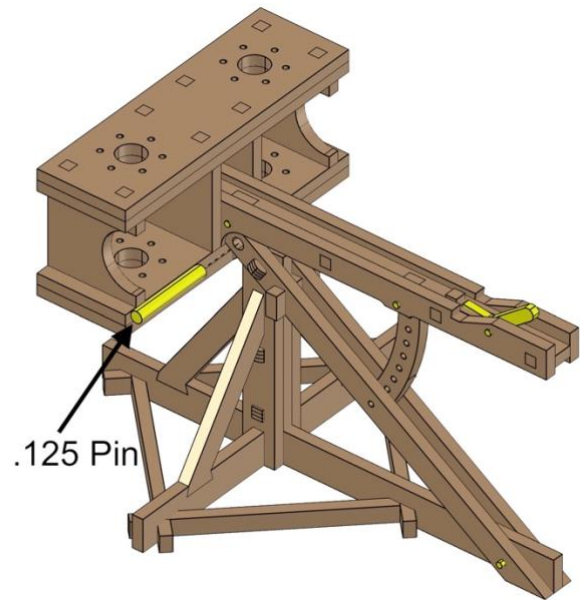

Fig. 60
- Insert the .125" pin (Fig. 60).